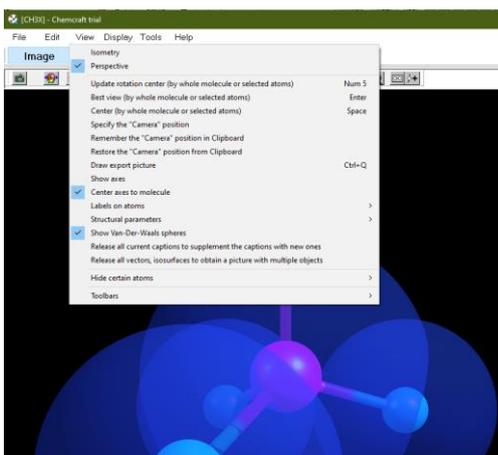

Рис. 8. Вывод ван-дер-ваальсовых сфер
8. Открываем опцию Show Van-Der-Waals spheres, появляется галочка напротив надписи (рис. 8). Если сферы не нужно, то можно галочку снять.